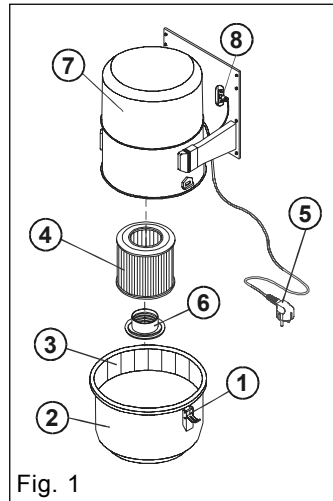

Fig. 1
### 2.1 Tömning av dammbehållare, fig. 1
### 2.2 Filterservice, fig. 1
**Motorn och de övriga elkomponenterna är koncentrerade till den övre skyddshatten (7) (fig. 1). Denna skyddshatt får man inte öppna själv. Anläggningens skyddshatt får öppnas endast av av Säkerhetsteknikcentralen registrerade, behöriga installatörer med nödvändiga kunskaper om anläggningen (auktoriserade Allaway-serviceföretag).**
- Kontrollera svagströmskontaktens [fig. 1; (8)] anslutning till motstycket på centralenhetens väggstativ.
- Kontrollera om anläggningen startar från centralenhetens svagströmskontakt [fig. 1; (8)] genom att kortsluta centralenhetens startkrets med en metalltråd.
Ta loss centralenheten från dess plats när tilltäppningen är lokaliserad och kontrollera att centralenhetens anslutningsstosar inte är tilltäppta. Koppla stosen på centralenhetens sug sida till sugdosan i den gren som är tilltäppt med en slangmuff (eller om tilltäppningen finns i ett stamrör till den dosa som är närmast tilltäppningen). Starta centralenheten från svagströmskontakten [fig. 1; (8)] med en metalltråd. Gå till det ställe där centralenheten är installerad; tillslut/öppna öppningen på sugröret med handflatan. Detta utsätter tilltäppningen för kortvarigt undertryck. Lösgör centralenheten från sugdosan så att turbinen får luft emellanåt och inte överhettas, om tilltäppningen inte försvinner inom 10–15 sekunder. Upprepa försöket efter cirka en minut.
Starta centralenheten – med alla sugdosor stängda – från centralenhetens svagströmskontakt [fig. 1, (8)] med en metalltråd. Om det efter cirka 10 sekunders drift kommer luft ur utblåsningsröret, läcker rörsystemet. Lokalisera och åtgärda läckaget. *Låt inte centralenheten gå med alla sugdosor stängda längre än 20 sekunder*, eftersom turbinen inte får luft i en helt tät installation. Den överhettas och kan ta skada.
Filterskydd kan köpas hos välsorterade återförsäljare, artikelnr 80692 [se avsnitt 2.2 *Filterservice*, fig. 1].